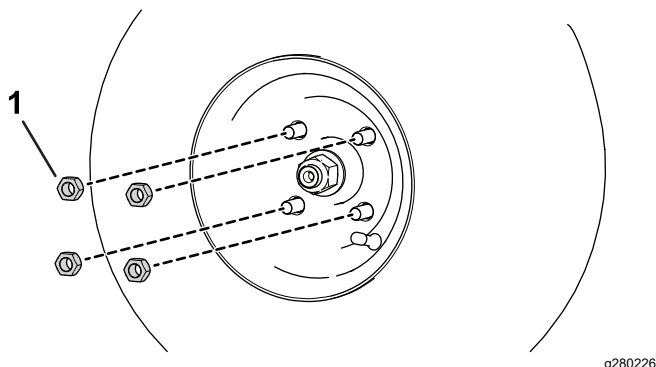

Bild 60
- A. Lösen und entfernen Sie die Radmuttern (Bild 60).
- B. Montieren Sie die Radmuttern (Bild 60).